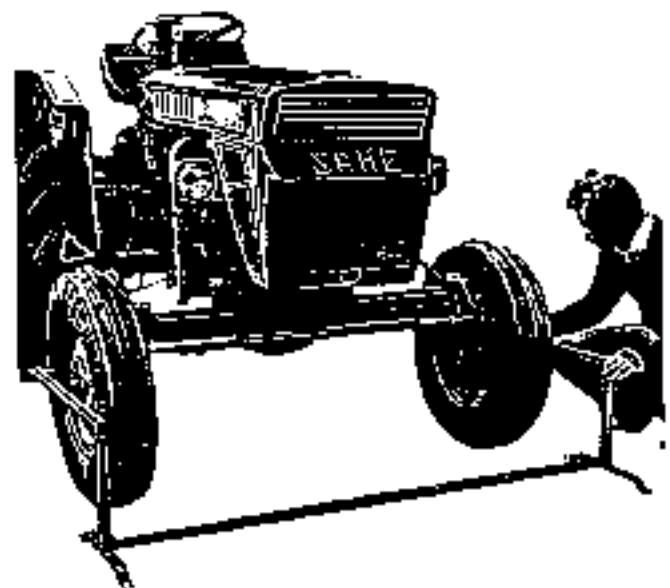

Fig. 128 - Controllo della convergenza mediante compasso
- Controllare la convergenza, mediante apposito compasso Fig. 128 misurando la differenza tra due punti diametralmente opposti del cerchio sul piano orizzontale; qualora si dovessero riscontrare dei valori errati, manovrare il tenditore posto sul lirante registrabile di accoppiamento delle leve sterzo, fino a riportare la convergenza ai valori indicati in tabella.